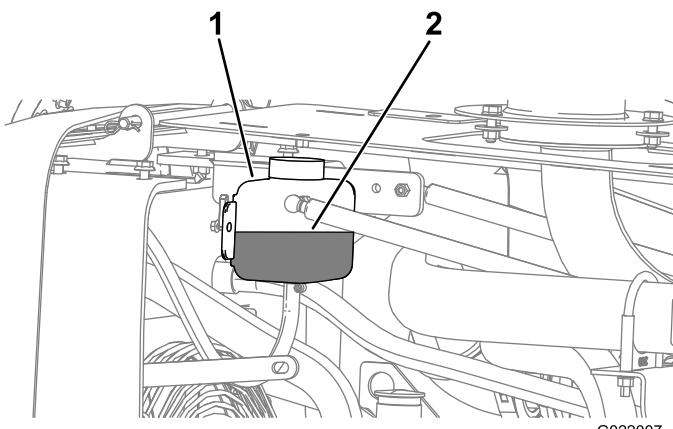
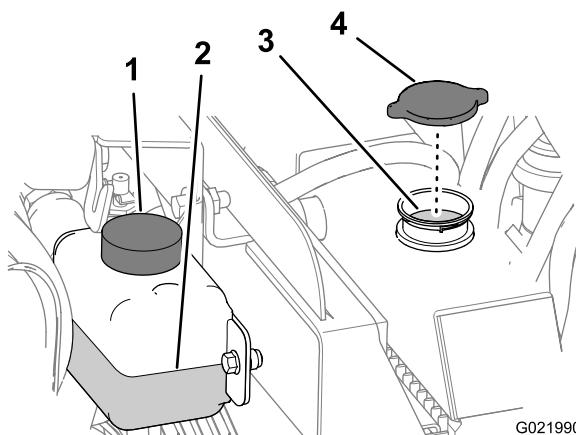

Figura 138
Figura 139
4. Verifique o nível de líquido de arrefecimento no reservatório (Figura 138).
4. Retire a tampa do bocal de enchimento do radiador e verifique o nível do líquido de arrefecimento (Figura 138 e Figura 139),
5. Se o nível de líquido de arrefecimento estiver baixo, adicione líquido até beirar o fundo do tubo de enchimento (Figura 139).
6. Instale a tampa do bocal de enchimento do radiador, apertando-a até estar estanque (Figura 139).
4. Retire a tampa do radiador (Figura 139).
2. Retire a tampa do radiador (Figura 139).
4. Instale a tampa do radiador (Figura 139).